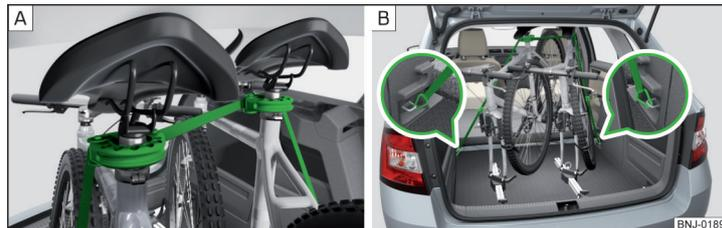

Fig. 99 Assurer la stabilité des vélos avec une sangle
- Pour le transport de deux vélos, tendre la sangle entre des tiges des selles, écartant les vélos l'un de l'autre » fig. 99 - **A**.
- Accrocher les mousquetons aux extrémités des sangles dans les œillets d'arrimage inférieur à l'arrière des sièges arrière » fig. 99 - **B**.